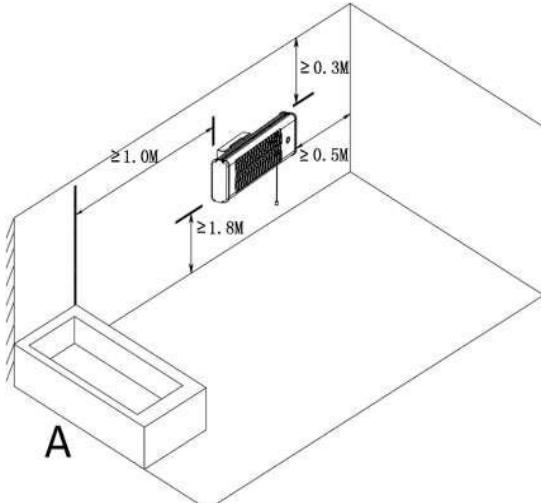
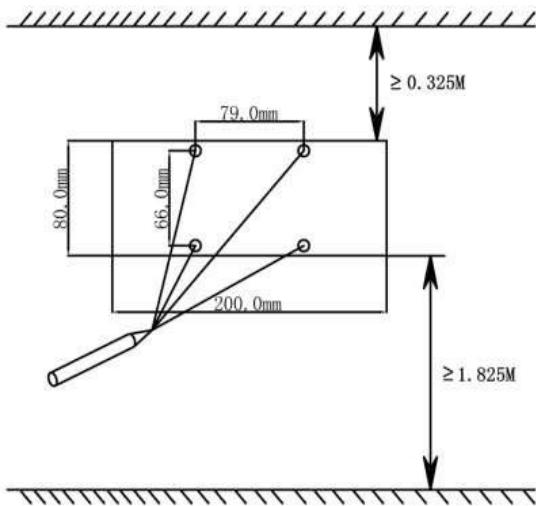

Abb. 3
Abb. 4
20. Halten Sie, wie in Abbildung 3 dargestellt, sichere Abstände gemäß europäischer Normen und nationaler Richtlinien ein.
2. Der Quarz-Heizstrahler darf nur in waagerechter Position montiert werden. Nicht an der Zimmerdecke oder senkrecht anbringen. Beachten Sie bei der Montage die Mindestabstände, wie in Abb. 3 angegeben. Der Heizstrahler muss mindestens 1.800 mm über dem Boden, mit einem Mindestabstand von 300 mm zur Zimmerdecke und von 500 mm zu den Seitenwänden montiert werden.
- Suchen Sie eine geeignete Stelle, an der die Schnur des Zugschalters jederzeit gut zugänglich ist. Beachten Sie dabei stets die in Abb. 3 angegebenen Sicherheitsabstände. Markieren Sie die Bohrlöcher für die Montage an der Stelle auf der Wand, an der Sie den Heizstrahler befestigen wollen. Verwenden Sie die Maße in Abb. 4 als Referenz. Machen Sie ein Kreuz in der Mitte des Lochs, um ein präziseres Bohrergebnis zu erzielen. (Siehe Abb. 4)